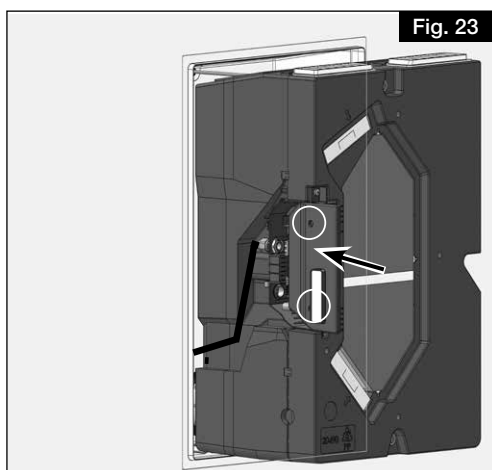
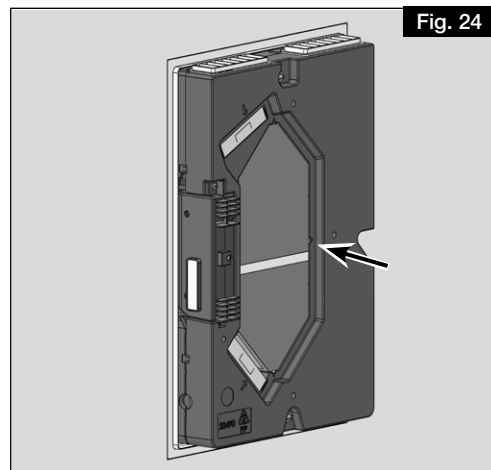

Fig. 23
Fig. 24
6. Fixer le couvercle de la boîte à bornes avec les deux vis. Insérer complètement l'appareil (voir Fig. 23, Fig. 24).